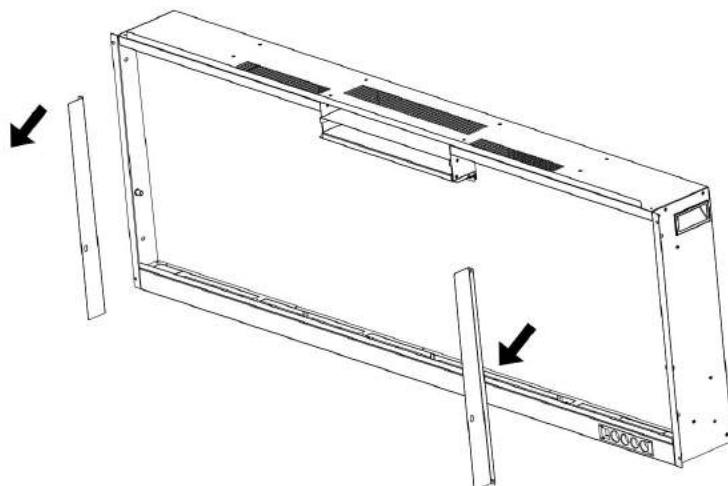

Fig. 2-2
B. Zdejmij dwa wsporniki i odlóż je na bok (rys. 2-2).